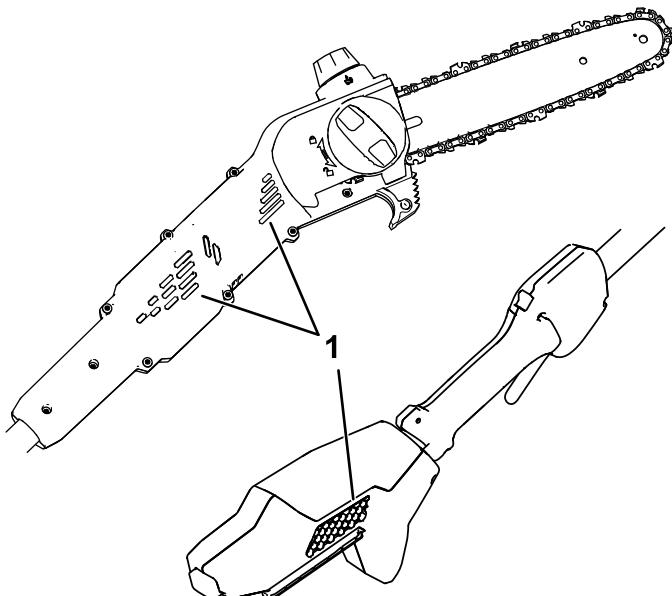

Bild 9
1. Stellen Sie sicher, dass die Lüftungsöffnungen am Hochentaster frei von Staub und Rückständen sind (Bild 9).